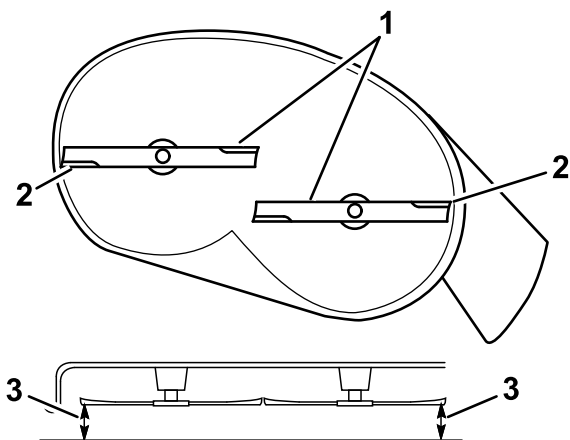

図 66
5. 左右の外側の刃先と平らな床面との距離を測定する 図 66。